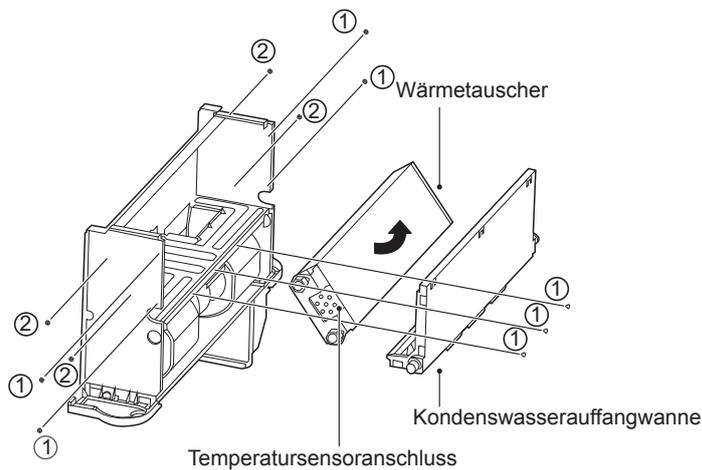

Abb. 5-18
①*2 und ②*2 und dann das Gehäuse.
Drehen Sie, wie in Abb. 5-18 dargestellt, die Schrauben ①*7 heraus, um die Kondensat-Auffangwanne zu entfernen.
Drehen Sie den Wärmetauscher in die in Abb. 5-18 gezeigte Richtung.